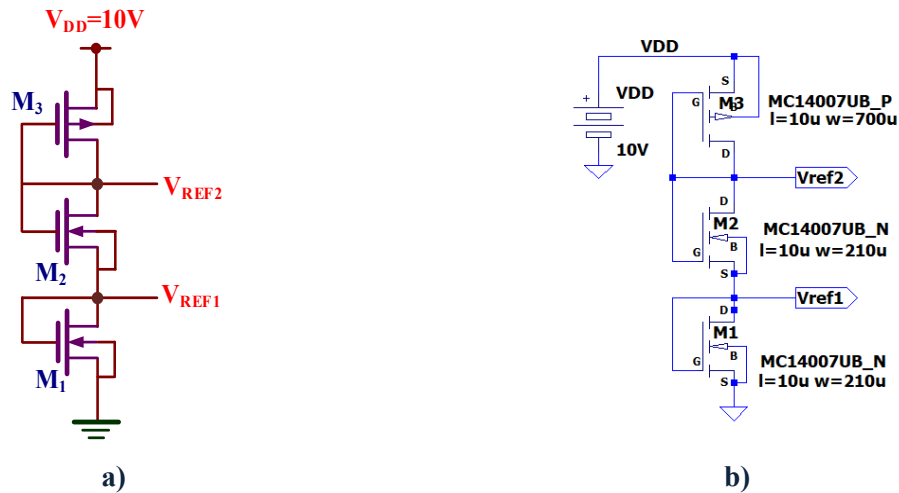

Figura IX.8. Tensión de referencia CMOS: a) Esquema; b) Edición con LTspice.
Los circuitos de tensión de referencia generan tensiones de valor específico generalmente utilizadas para proporcionar tensión de polarización a otros transistores. En la figura IX.8 se muestra un circuito que proporciona dos tensiones de referencia, V_{REF1} y V_{REF2} , a través de una combinación de transistores NMOS y PMOS con sus terminales drenador-fuente cortocircuitados.
- L) Edita con LTspice el esquemático del circuito de la figura IX.8 y determina el valor de las tensiones de referencia de salida V_{REF1} y V_{REF2} .**